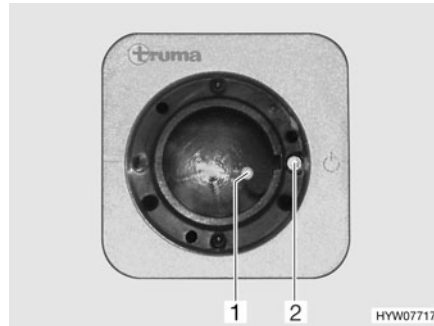
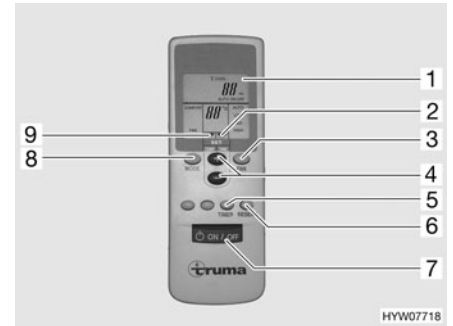

Fig. 172 Récepteur
Fig. 173 Télécommande
- Mettre en marche la télécommande à l'aide de l'interrupteur (Fig. 173,7). Le voyant de contrôle vert (Fig. 172,1) indique le mode de refroidissement.
- Régler le mode de fonctionnement souhaité à l'aide de la touche (Fig. 173,8).
- Régler si nécessaire la puissance de ventilation et la température de la pièce souhaitées à l'aide des touches (Fig. 173,3 et 4). La flèche (Fig. 173,9) indique le mode de réglage sélectionné.
- ▷ Sur le récepteur se trouve un interrupteur supplémentaire (Fig. 172,2) permettant de mettre en marche ou d'arrêter la climatisation sans télécommande. Lorsque la climatisation est mise en marche à l'aide de cet interrupteur, le mode de fonctionnement réglé sur la télécommande lors de la dernière utilisation est sélectionné automatiquement.
- Pour éteindre la climatisation, appuyer à nouveau sur la touche (Fig. 173,7) de la télécommande.
- Pour effectuer la programmation, allumer la climatisation à l'aide de la touche (Fig. 173,7) de la télécommande.
- Régler le mode de fonctionnement et la température de la pièce souhaités à l'aide des touches (Fig. 173,8, 3 et 4).
- Sélectionner à l'aide de la touche (Fig. 173,5) la fonction souhaitée (Fig. 173,1) :
- Sélectionner le temps de retard souhaité (de 1 à 15 heures) à l'aide des touches (Fig. 173,4). La flèche (Fig. 173,2) clignote et indique le mode de réglage.
- ▷ En appuyant sur la touche (Fig. 173,6), les réglages de la télécommande sont à nouveau envoyés au récepteur.